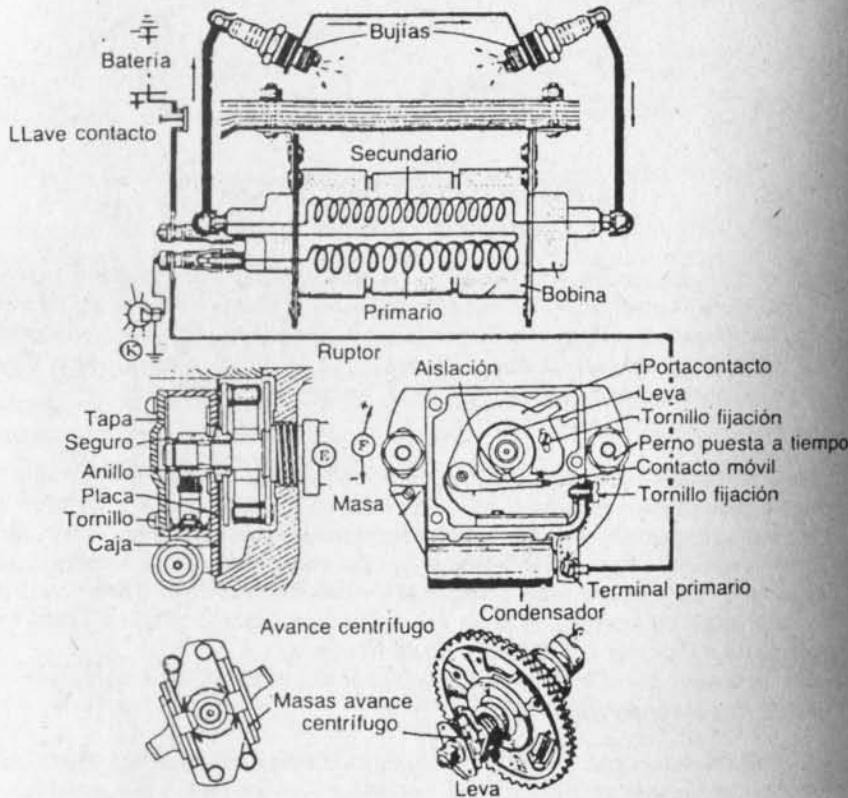

Fig. 4-1.— Circuito de encendido Citroën 2 y 3CV
2. Circuito de encendido.— Se compone de una bobina, instalada en la barra soporte de los faroles, un ruptor especial ubicado tras el ventilador y de dos bujías, una en cada culata de los cilindros del motor (Fig. 4-1).